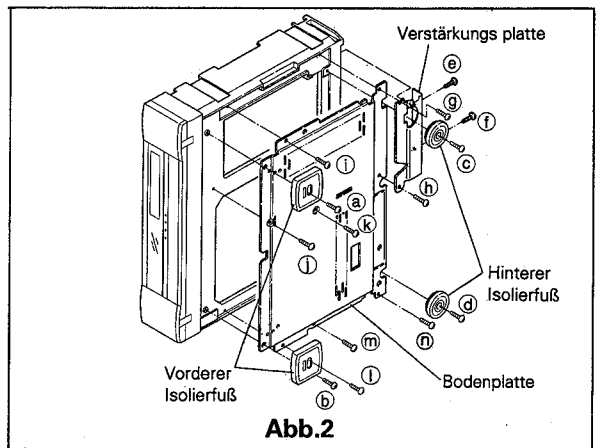

Abb.2
- A. Entfernen Sie die vier Schrauben (a ~ d) und die vier Standteller. Siehe Abb.2.